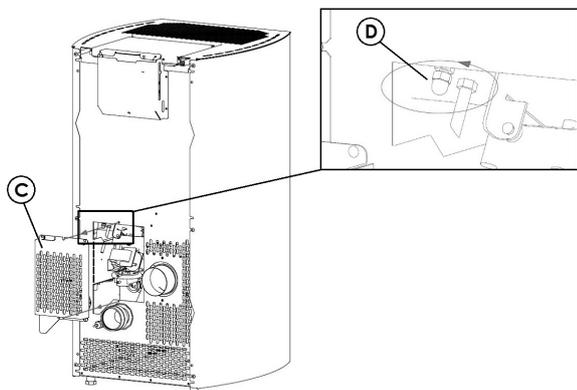

Fig. 75 - Odstranitev blokade motorja
- Odstranite inšpekcijski pokrov "C" na zadnji strani peči (glejte **Fig. 75**).